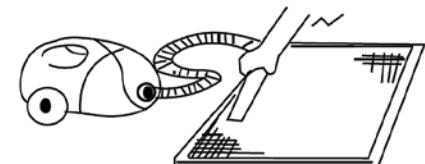

Рис. 1
- Очистите фильтр с помощью пылесоса. Если фильтр сильно загрязнен, сполосните его водой (Рис. 1, 2).